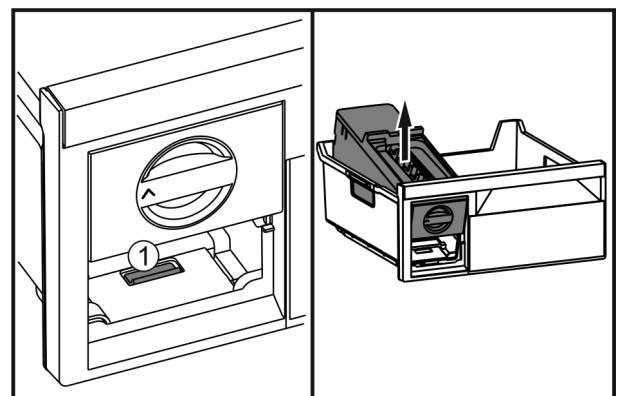

Fig. 67
- ▶ Stlačte západku *Fig. 67 (1)*, EasyTwist-Ice zezadu zvedněte a vyjměte z mrazicí zásuvky.